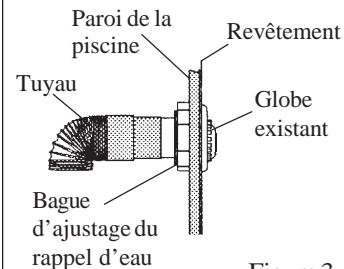

Figure 3.
- Retirez le bouchon central existant du raccord de rappel d'eau situé dans la paroi de votre piscine (voir figure 3).